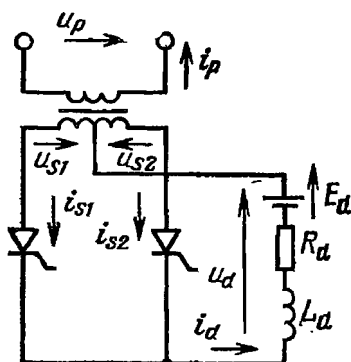

Рис. 7. Управляемый преобразователь со схемой 1Ф1Н2П
12. Постройте кривые и определите значения выпрямленного напряжения, выпрямленного тока и токов сетевой и вентильной обмоток преобразовательного трансформатора в схеме 1Ф1Н2П, показанной на рис. 7. Трансформатор и вентили идеальные, $k_{\text{ТР}} = 1$, $U_s = U_{s1}$, $U_{s2} = 100$ В, $E_d = 200$ В, $R_d = 1$ Ом, $L_d \approx \infty$, $\alpha = 150^\circ$.